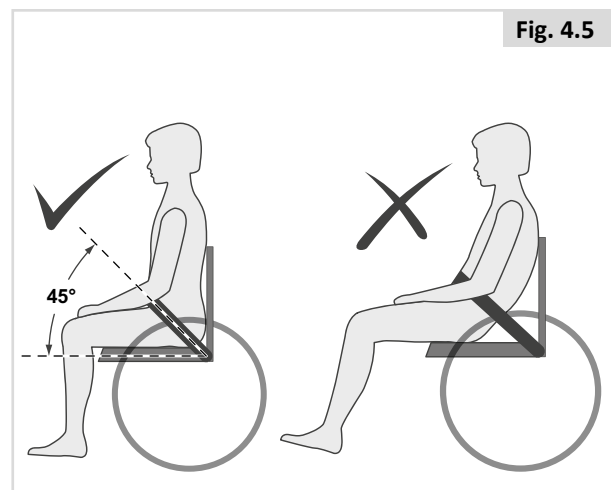

Fig. 4.5
- Normalerweise sollte der Beckengurt so angebracht werden, dass sich die Gurte in einem Winkel von ca. 45° (Fig. 4.5) befinden; wenn er richtig eingestellt ist, darf der Benutzer im Sitz nicht nach unten rutschen.